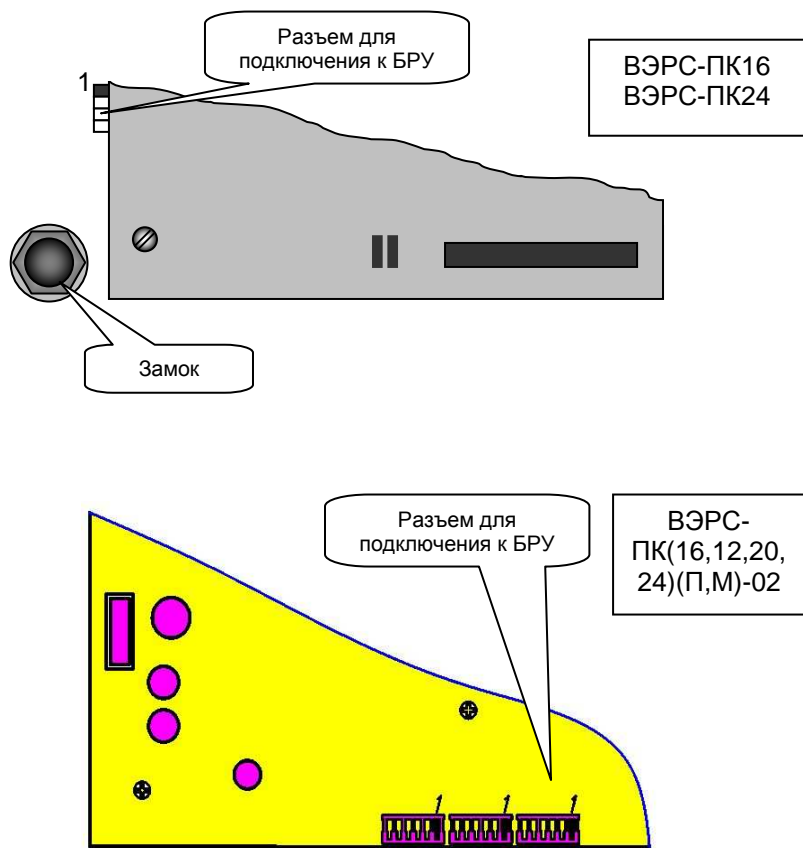

Рис.1
8.4. Установка блоков «ВЭРС-БРУ» (см. рис. 1):
Варианты подключения блока к приборам ВЭРС ПК приведены на рис.1.